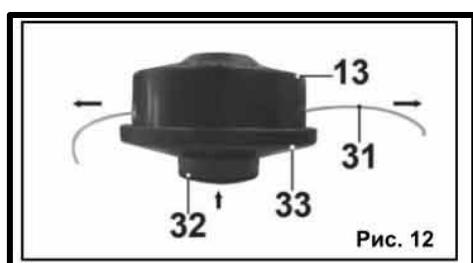

Рис. 12
7.2.7. Во время работы триммерная леска (31) изнашивается (расходуется). Во время работы слегка ударьте нажимной головкой (32) триммерной катушки (13) по земле (Рис.12).